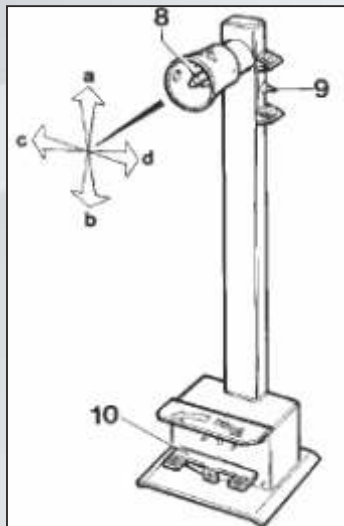

Рисунок 7
Мобильная стойка управления (рис.7) позволяет оператору выбрать рабочее положение, наиболее удобное для каждого из случаев. На этой стойке сконцентрированы все команды, а именно: манипулятор 8 (рис.7) в положении «а» поднимает кронштейн самоцентрирующейся цанги; в положении «б» - его опускает; в положении «с» приближает инструментальную каретку и мобильную платформу к самоцентрирующейся цанге; а в положении «д» - отдаляет.
- выключатель 9 (рис.7): при повороте вверх открывает зажимы самоцентрирующейся цанги (блокирует); при повороте вниз закрывает зажимы (разблокирует).
- педаль 10 (рис.7): при нажатии на правую или левую сторону вращает самоцентрирующую зажимную цангу соответственно направлению стрелок.